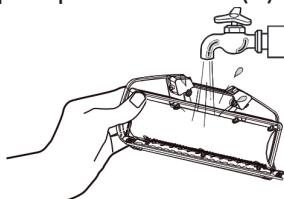

Fig. 35
- Retire a tampa e lave-a com água limpa até retirar toda a sujidade (Fig. 35).